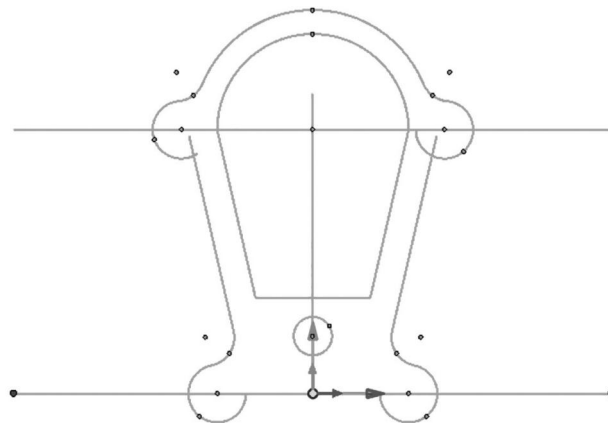

图 1-2-16 圆弧拉伸
(14) 单击“曲线拉伸”→“当前命令：拉伸”按钮，选择左侧两个圆弧下方端点，圆弧变黄后拖动至指定点，结果如图 1-2-16 所示。